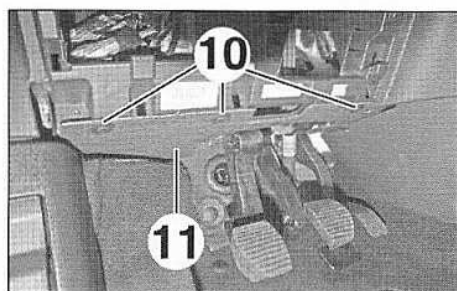

FIG.13
• Déposer (Fig.13) :
- les agrafes (10),
- la garniture inférieure gauche (11).